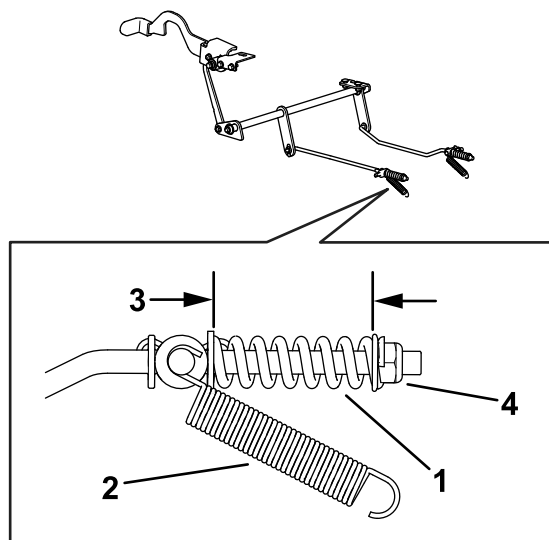

Figura 80
8. Compruebe la longitud de ambos muelles como se muestra en la Figura 80. Si es necesario ajustarlos, gire la tuerca de retención del muelle en sentido horario para acortar el muelle y en sentido antihorario para alargarlo. Repita el paso 6.